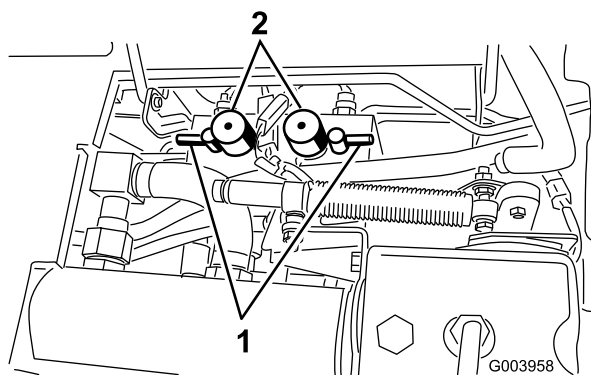

Figura 83
5. Ponga los mandos de velocidad de ambos molinetes en la posición 1 (Figura 83).
6. Seleccione la palanca de autoafilado correspondiente a los molinetes a autoafilar: delantero, trasero o ambos (Figura 83).